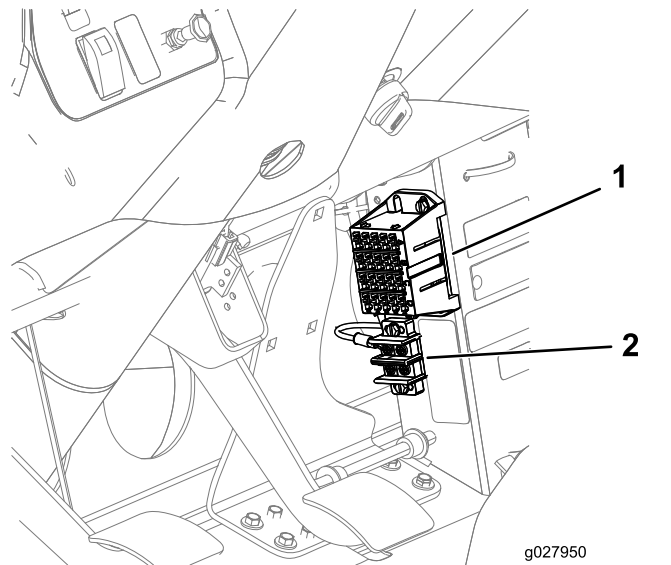

Рисунок 34
2. Подсоедините круглую клемму жгута проводов к заземляющему блоку и вставьте разъем для блока предохранителей в имеющееся гнездо блока предохранителей (Рисунок 34).